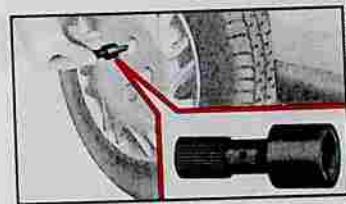

fig. 8
5) Introduire les trois autres boulons en utilisant la rallonge fig. 8.